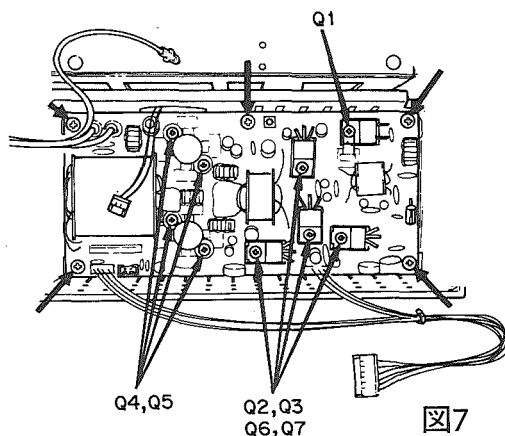

図7
9. 100Wファイナルユニットを放熱器にのせ、トランジスタQ1を付属のなべねじで仮止めします。その際、トランジスタQ1に付いている絶縁ワッシャーが浮き上がったりしていないか確認してください。(図7)
10. トランジスタQ4, Q5を付属のなべねじで仮止めします。(図7)
11. トランジスタQ2, Q3, Q6, Q7を付属のなべねじで仮止めします。(図7)
12. 6.で外したタップタイトねじで100Wファイナルユニットを放熱器に仮止めします。(図7)
13. 仮止めした部分に無理が掛かっていないことを確認し、すべてのねじを確実に締め付けます。(図7)